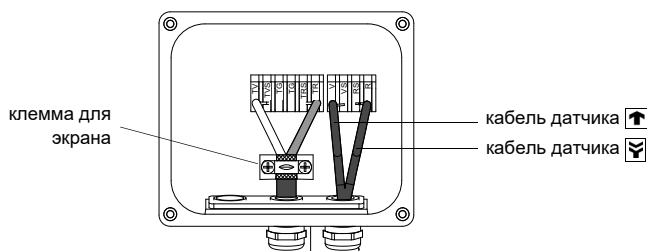

Рис. 7.6: Клеммы для подключения удлинительного кабеля и кабеля датчика
- Расположите удлинительный кабель так, чтобы отогнутый внешний экран находился под клеммой для экрана. Удлинительный кабель между соединительной коробкой и клеммой для экрана должен быть полностью изолирован (смотри Рис. 7.6).
- Прикрепите удлинительный кабель и внешний экран к клемме для экрана (смотри Рис. 7.6).
- Подключите жилы удлинительного кабеля к клеммам соединительной коробки (смотри Рис. 7.6 и Таб. 7.2).
По распределению клемм кабеля датчика смотри Рис. 7.6 и Таб. 7.3.